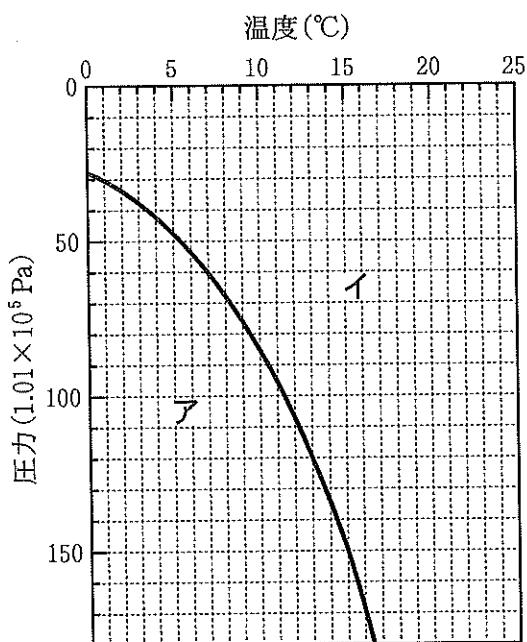
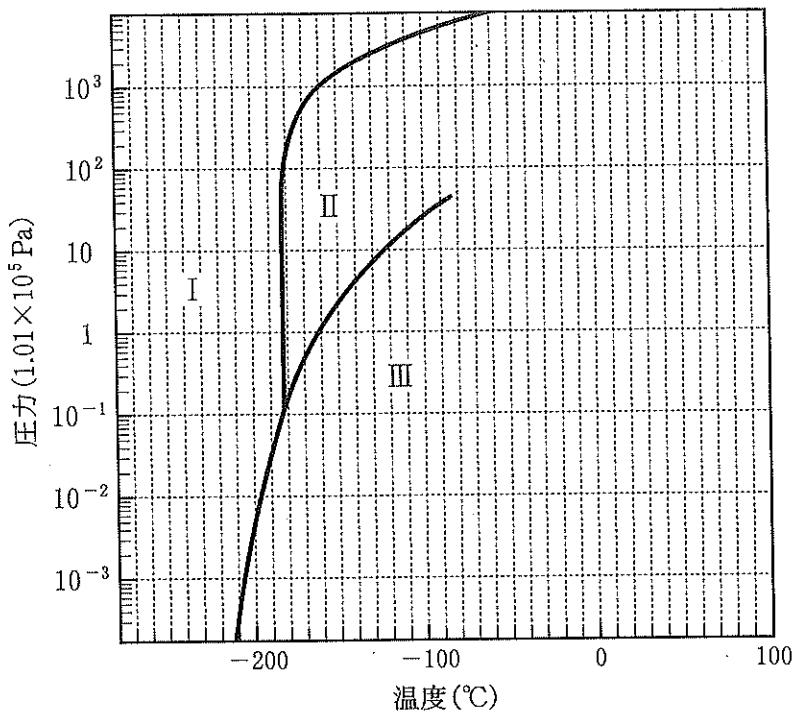

図 1-1 海洋環境におけるメタンハイドレート生成平衡曲線
図 1-3 メタンの状態図
メタンハイドレート(MH)は、低温・高圧の条件下で、複数の水分子がかご状構造(ケージ)をつくり、その中にメタン分子が取り込まれることで生じる、氷状の固体物質である。これに点火するとメタンが燃え、水だけが残ることから、「燃える氷」とも呼ばれる。自然界では深海の海底面下の地層(堆積層)や極地方の永久凍土層などに MH は多量に存在し、その資源量は天然ガスの数十倍とも言われている。図 1-1 は海洋環境においてメタンガスと水が MH に変化する温度と圧力の条件を示しており、曲線はメタン(气体)+水と MH(固体)の状態間の
問 1 下線部(1)について、気体のメタンは温度や圧力を変化させることで液化することができる。図1-3はメタンの状態図であり、温度や圧力の変化によってメタンが固体、液体および気体のどの状態にあるかを示している。図中の境界線はそれぞれの状態間の平衡を示している。次の各問いに答えよ。
(1) 図1-3において、領域I, II, IIIは固体、液体、気体のいずれの状態を示しているか。
(2) 気体のメタンを大気圧下(1.01×10^5 Pa)で液化するためには、少なくとも何°Cまで冷却する必要があるか。次のア～オの中から1つ選び、記号で答えよ。
- (1) 図 1-1 の領域ア、イのうち、MH(固体)の状態を示しているのはどちらであるか。
- (2) 下線部(2)について、ある海洋の海底面は水深 700 m 地点にあり、海水温が 3 °C であるとする。この海底面下の地層に過剰量の気体のメタンが含まれているとすると、MH が存在できるのは、理論上、海底面の何 m 下の地層までであるか。最も近い値を次のア～オの中から選び、記号で答えよ。ただし、海水の水圧は 10 m 潜水ごとに 1.01×10^2 kPa 増し、海底下の地層にかかる圧力は同深度の水圧と同等であるとする。また、地熱は 100 m 深くなるごとに 3.0 K 上昇するものとする。
問 4 下線部(3)について、図 1-1 と図 1-3 を比較して、メタンの輸送・貯蔵において、MH が LNG よりも有利である点を述べよ。
問 5 下線部(4)の MH から気体のメタンを回収する方法について、減圧法には MH の分解反応が吸熱反応であることに由来する問題点がある。図 1-1 より、どのような問題点が考えられるかを述べよ。